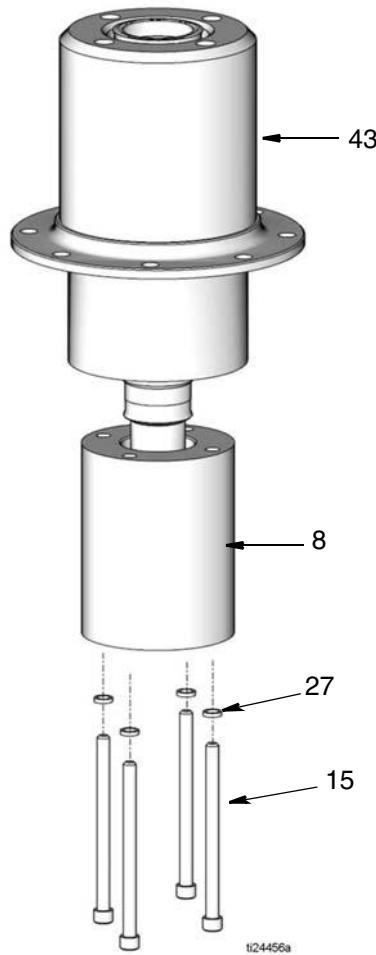

Рис. 6
- Выкрутите четыре винта с колпачком (15) и снимите шайбы (27) из нижней части переходника насоса (8). Постучите по переходнику насоса, чтобы ослабить крепление, и снимите его с корпуса двигателя (43) (Рис. 6).
4. Выкрутите четыре винта с колпачком (15) и снимите шайбы (27) из нижней части переходника насоса (8). Постучите по переходнику насоса, чтобы ослабить крепление, и снимите его с корпуса двигателя (43) (Рис. 6).